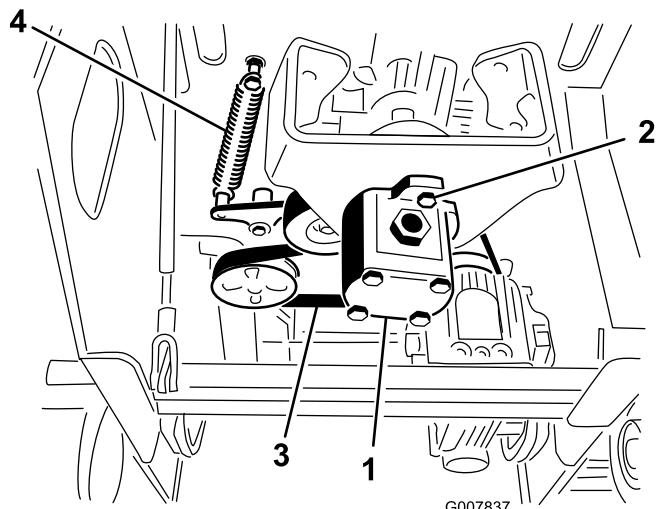

Figura 51
5. Afloje los dos pernos de la bomba (Figura 51).
6. Gire la bomba en el sentido contrario a las agujas del reloj y deje que se separe de la polea (Figura 51). Asegúrese de que el acoplamiento de araña se separe junto con la bomba.
7. Usando una herramienta especial para retirar muelles (póngase en contacto con su Servicio Técnico Autorizado), retire el extremo del muelle del perno para aliviar la tensión de la correa (Figura 51).